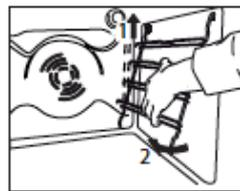
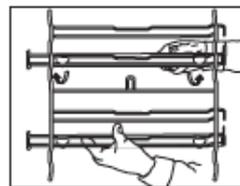

Fig. 1
Fig. 3
Votre nouvelle cuisinière est fournie avec 2 supports d'étagères chromés emballés dans le four avec les grilles. Il faut noter que les tiges supérieures sont plus longues, donc la partie inférieure et les crochets sont à l'arrière du four. Voir fig. 1. Le haut du support de grille s'engage dans des fentes de la paroi latérale du four comme indiqué sur la Fig. 2. Une fois inséré en haut, poussez les tiges inférieures dans les fentes inférieures dans les parois latérales du four. Laissez maintenant les supports de grille s'abaisser légèrement et se mettre en prise. Voir Fig. 3
1. Enlevez les grilles de support latérales (Fig. 1)
Appuyez ensuite sur la partie inférieure des gradins coulissants contre la grille de support jusqu'à l'emboîtement (Fig. 3).